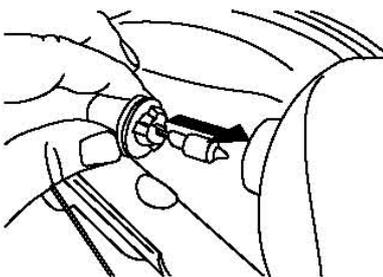

Рисунок 60.
4. Вставьте новую лампу в заднюю часть фары (рис. 60).